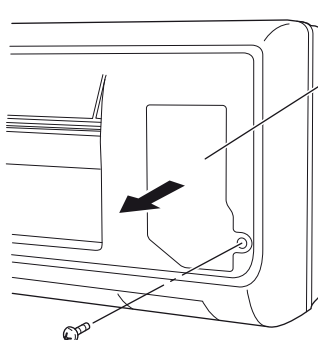

Fig. 24a
- (1) Saisir la grille de prise d'air par les deux côtés et la déposer en ouvrant vers l'avant et en tirant vers soi.
- (2) Retirez la vis du cache latéral droit et ouvrez le cache (Fig. 24a ou 24b).